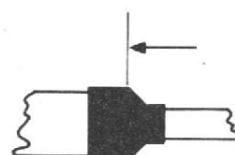

Fig. 5. – Origine de la mesure à partir des trappes.
Pour ce qui concerne le réflecteur . et nous y revenons - on réglera la longueur de l'élément A à 76 cm (84). Précisons que des dimensions données sont prises, comme le montre la figure 5, à partir de l'arête de l'embout des trappes (et non de la base), et une fois que la distance est acquise, le mieux est de serrer définitivement le collier de blocage.